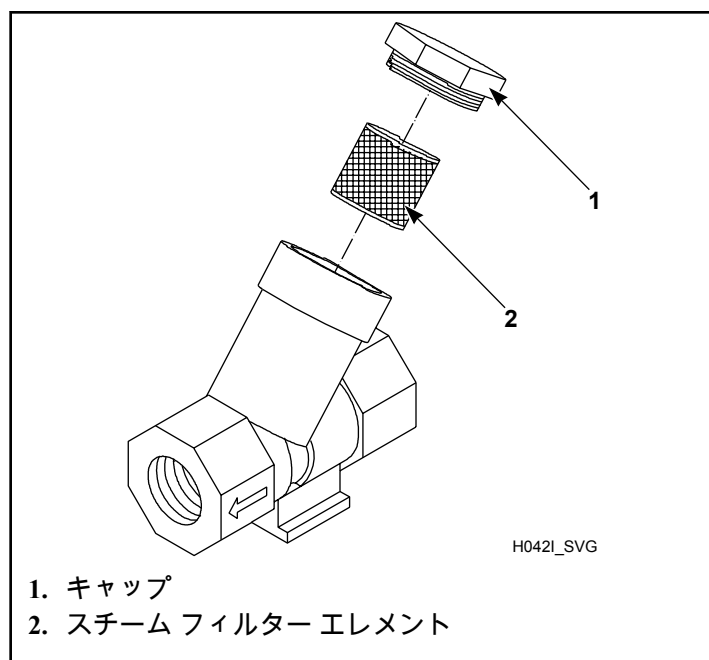

図 52
- 適切な場合、顧客供給の蒸気フィルタを洗浄してください。図 52 参照。